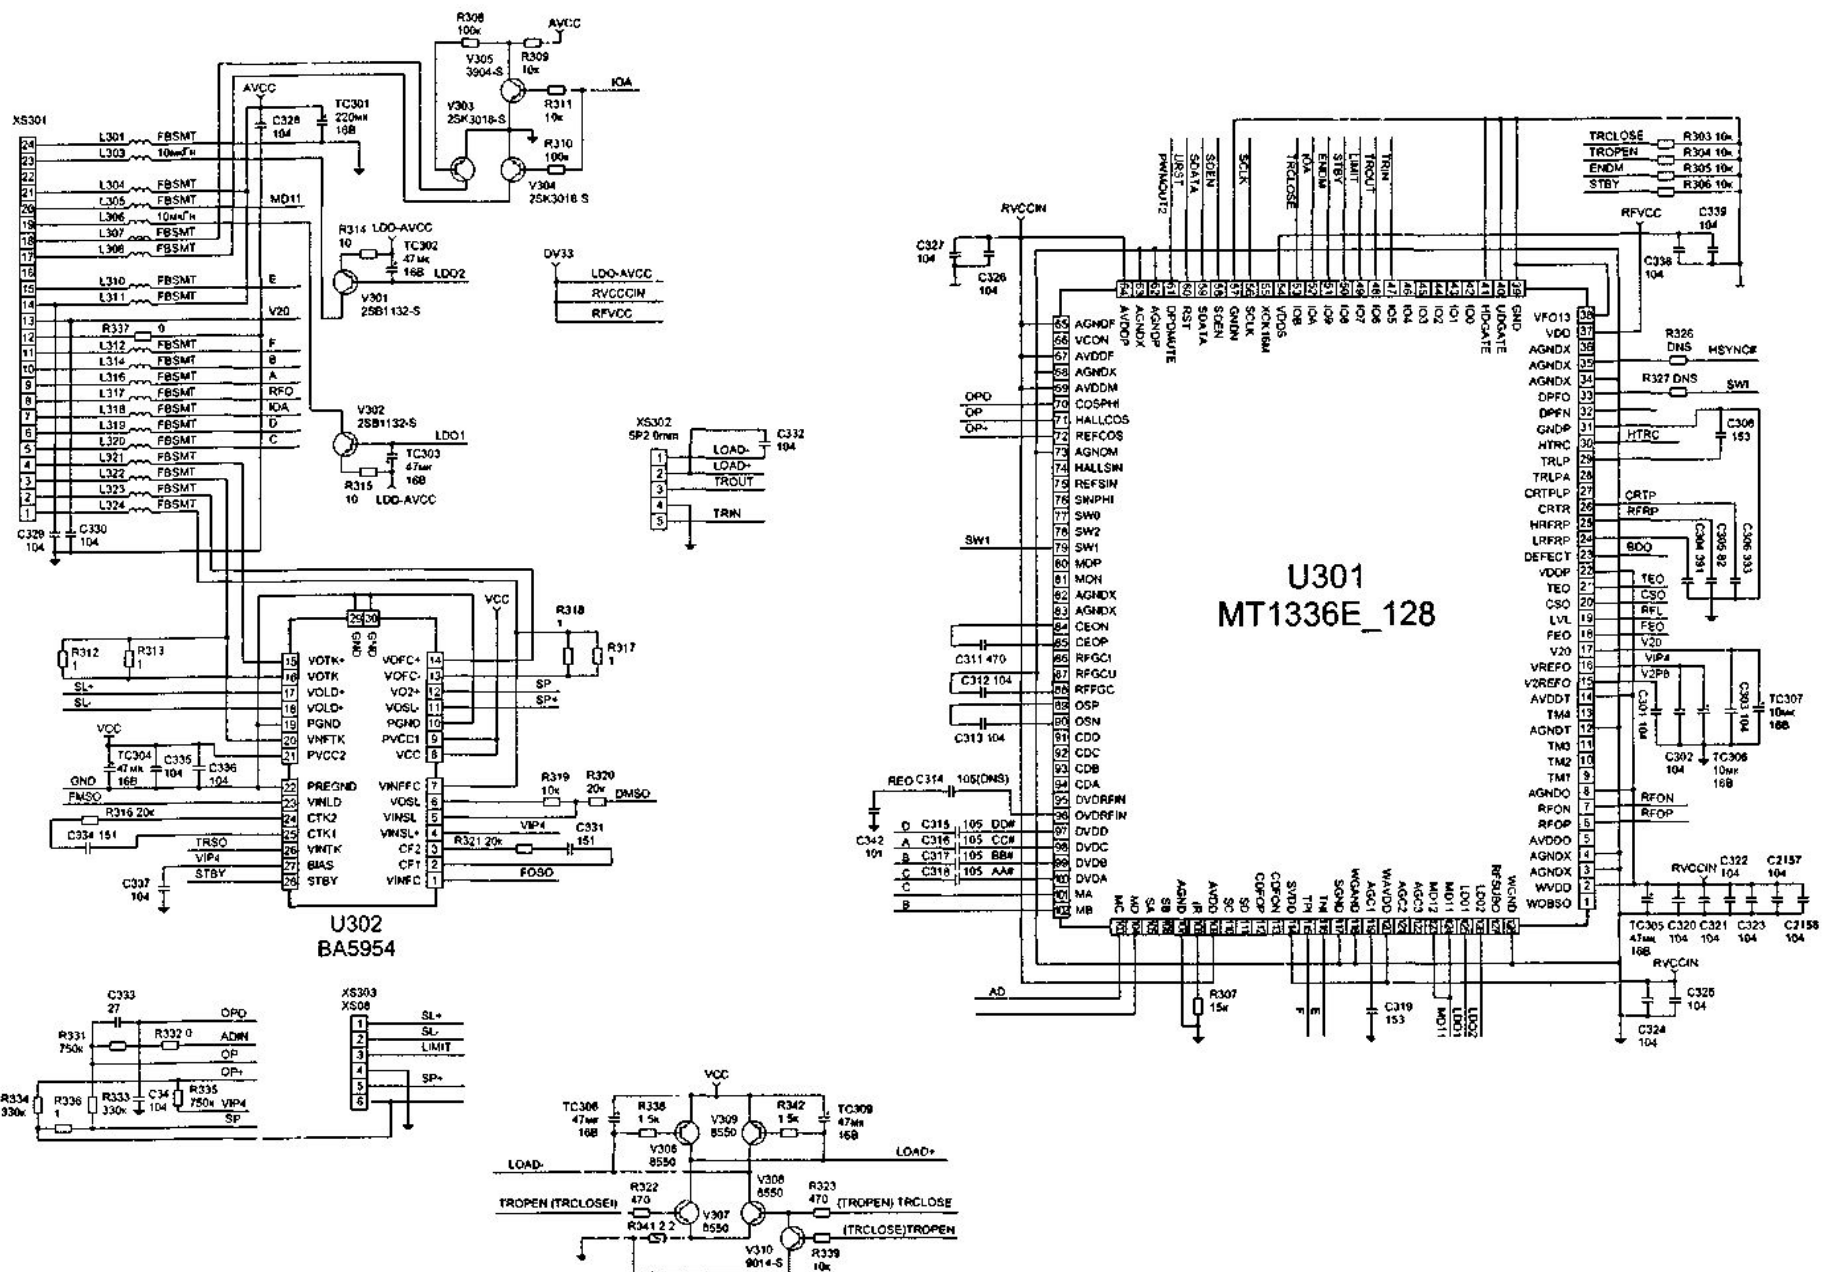

Рис.24 Тракт обработки ВЧ-сигнала (микросхема MT1366). Драйвер привода DVD
- Основу тракта составляет микросхема U301 типа MT1336 фирмы MEDIATEK (Рис.24). Она выполнена в 128-контактном корпусе и питается напряжением 3,3 В (выв. 64, 67, 69, 109 — для секции обработки и 54, 37 — для выходной секции).